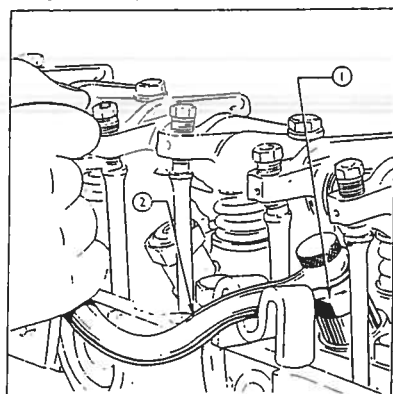

Fig. 22 Fjerning av en dyse
11. Fjern nå dysene med forsiktighet, pass på at ingen fremmedpartikler faller inn i dysehuset (fig. 22). Dyseavdrageren, Ford delenummer El ADDN - 17098 letter dette arbeidet.